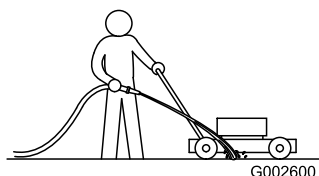

Figura 54
1. Collocate il tosaerba su una superficie piana pavimentata, con il motore acceso, e spruzzate un getto d'acqua davanti alla ruota destra posteriore (Figura 54).